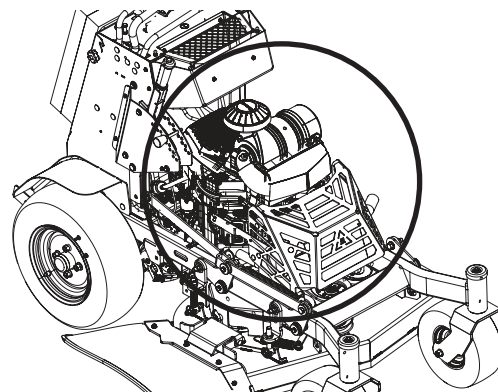

Fig. 16
- Limpie alrededor del colector del escape, los fusibles, todo el cableado y mazos de cables, tubo del silenciador, protector del silenciador, filtros de admisión del motor y aletas de refrigeración, etc (Fig. 16).